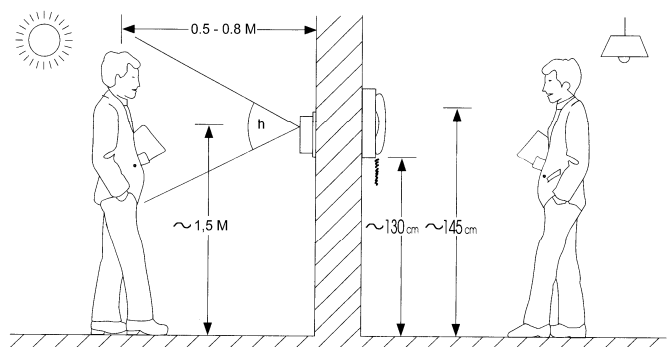

Рис. 3
Установка блока камеры и видеодомофона должна производиться в соответствии с рис. 3.
- Разметьте крепление кронштейна видеодомофона в соответствии с рис. 3;
- Разметьте крепление блока видеокмеры в соответствии с рис. 3, 4 (для блока видеокмеры “HYUNDAI”);
Угол h (см. рис.3) зависит от типа объектива конкретного блока видеокмеры.